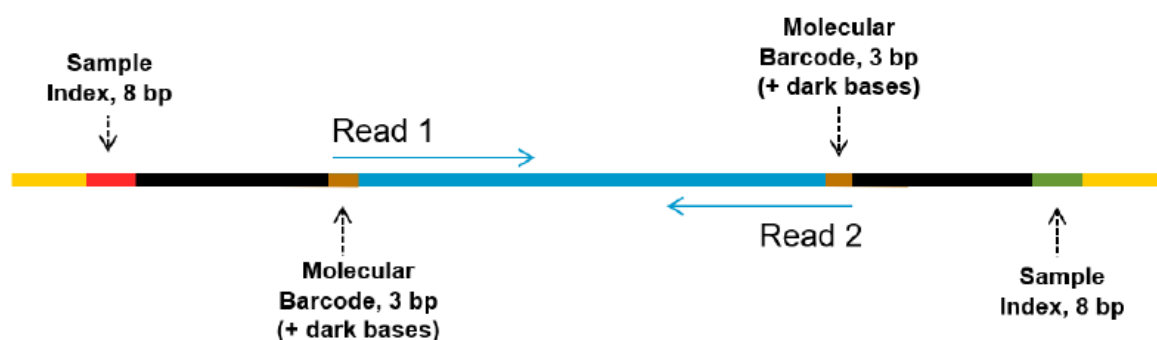

図 6 SureSelect XT HS2 シーケンスライブラリの構造
最終的な SureSelect XT HS2 RNA ライブラリプールは、イルミナ社の標準的な Paired-end プライマーとケミストリーでダイレクトシーケンスする状態となっています。図 6 に示されるように、調製されたライブラリの各断片は、1 つのターゲットインサートが、イルミナ社のプラットフォームを用いてマルチプレックスシーケンスするのに必要なシーケンスモチーフにはさまれている状態です。
- ・ ライブラリフラグメントは各ストランドに分子バーコード(MBC)を含みます(54 ページの図 6 参照)。両方のストランドが存在し、ストランド内の MBC を一致させて二重のコンセンサスリードを形成する DNA とは異なり、一本鎖 RNA は1つのコンセンサスリードが形成されることに注意してください。
お使いの解析パイプラインで MBC を除く場合、次の解析ステップに進む前にリード 1 およびリード 2 の最初の 5 塩基をマスキングまたはトリミングすることで除けます。マスキングでデマルチプレックスをすることで除くには、ベースマスク **N5Y*,I8,I8,N5Y***(*は実際のリード長に置き換えてください。RunInfo.xml ファイルのリード長です)を含めてください。もしくは最初の 5 塩基は、seqtk のような適切な処理ツールでデマルチプレックスした fastq ファイルからトリミングされます。あるいは、AGeNT のトリミングモジュールで MBC に加えアダプター配列も除去できます。標準的なアダプタートリマーは、MBC の反対側のアダプター(図 6 参照)を除くことができない場合があります。